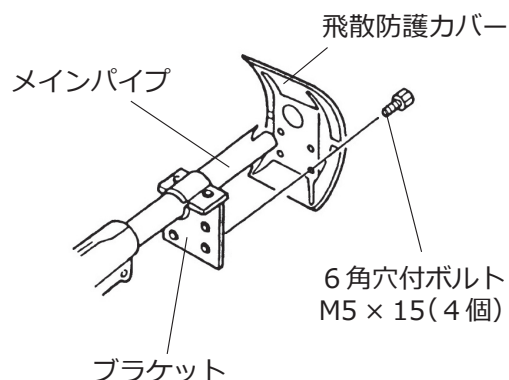

図 2
- ④ 図 2 のように飛散防護カバーをメインパイプに通してください。
- ⑤ ブラケットと飛散防護カバーの穴を合わせ 6 角穴付ボルト (M5 × 15) を差し込んでください。
- ⑥ 6 角棒スパナ (4 mm) で 6 角穴付ボルトを均等に締め付けて固定してください (締め付けトルク 4 ~ 5N・m)。